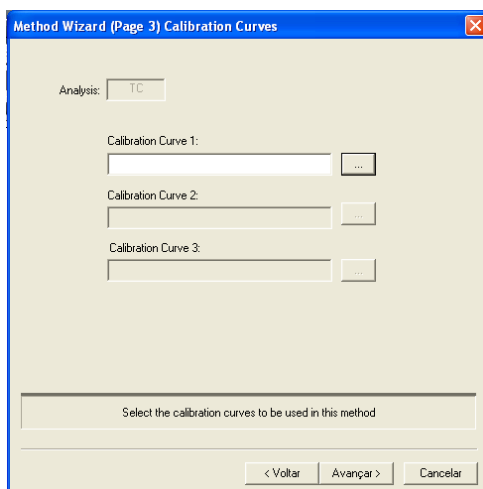

Figura 8.2.4– Janela de informações sobre a curva de calibração do novo método.
4. Na próxima janela, Figura 8.2.4, indicar a curva de calibração a ser utilizada pelo método. Clicar em avançar.